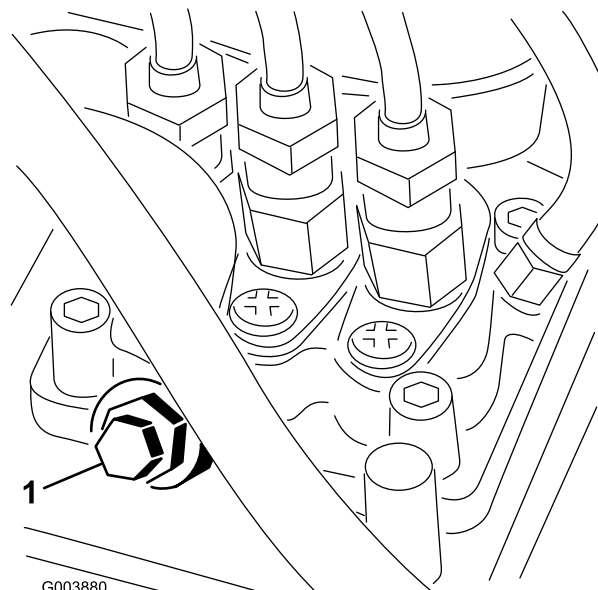

Figura 22
3. Aprite la vite di spurgo dell'aria situata sulla pompa d'iniezione (Figura 22).